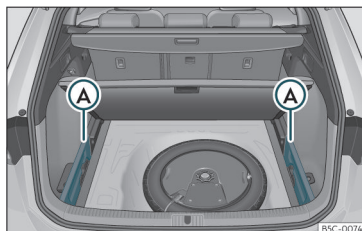

Fig. 120 En el maletero: alojamiento para guardar la bandeja enrollable.
- Extraiga las tapas izquierda y derecha >>> **fig. 120** ①.